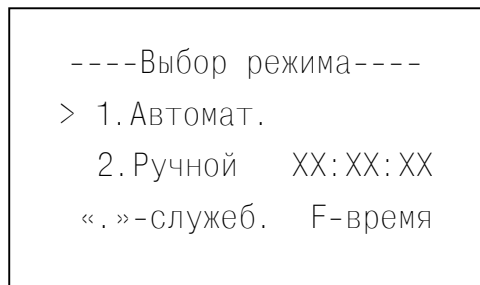

Рисунок 2.4 – Главное меню установки
2.3.1.2 Для изменения режима работы распределителя необходимо выйти в меню установки. Для этого нажмите кнопку «ESC», на индикаторе распределителя отобразится главное меню установки (рисунок 2.4).